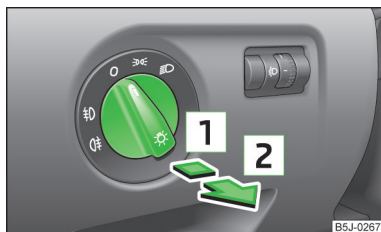

Fig. 26
- Ruotare dapprima l'interruttore luci » fig. 26 in posizione oppure .
- Ruotare dapprima l'interruttore luci » fig. 26 a pagina 44 in posizione oppure .